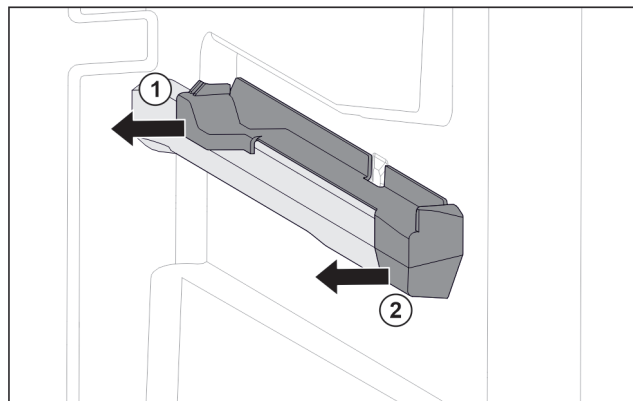

Fig. 82 Nasazovací díl na pravém žebrování na nádoby
- ▶ Stáhněte nasazovací díl vzadu na stranu. *Fig. 82 (1)*
- ▶ Stáhněte nasazovací díl vpředu na stranu. *Fig. 82 (2)*